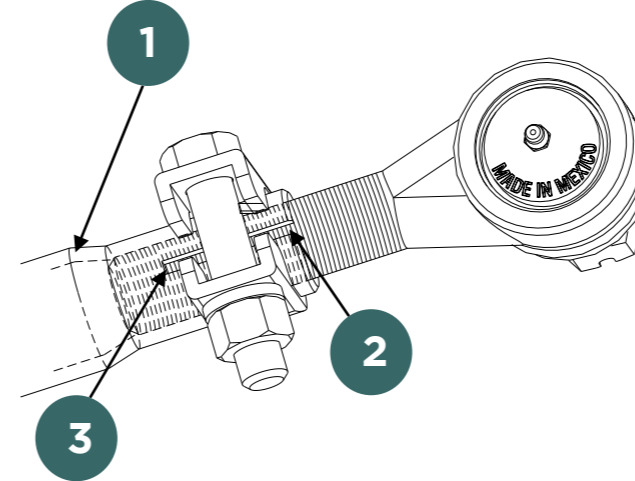

Figura 4-Cuerda de terminal
**6** Revise que la terminal esta correctamente insertada dentro del tubo del tirante y que acopla mas allá de la ranura del tubo. La cuerda de la terminal será visible través de toda la longitud de la ranura en el tubo del tirante de dirección (Ver Figura 4)